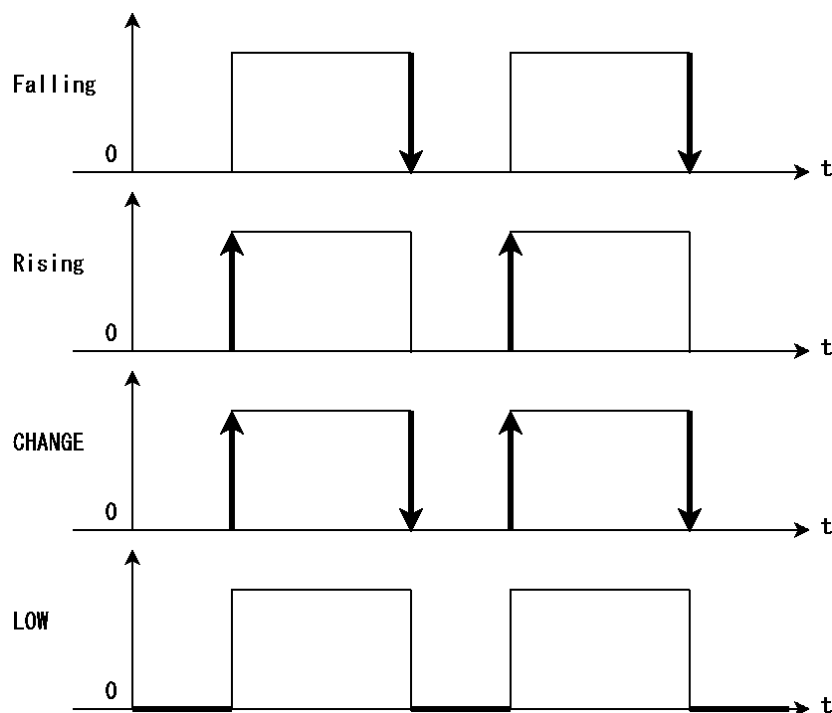

図 2.66 外部割り込みの発生
外部割り込みの発生要因として、図 2.66 に挙げる状態変化がある。デバイスの状態が HIGH から LOW に変化したとき、立ち下がりエッジ (FALLING) で割り込みがかかるという。逆に、LOW から HIGH に変化したときには立ち上がりエッジ(RISING), また、HIGH から LOW, LOW から HIGH に変化したときには両エッジ(CHANGE)で割り込みが発生する。通常は HIGH レベル状態にあり、何らかの要因で LOW レベル状態が続いたときにも割り込みが発生する。外部割り込みは、割り込みが発生すると同時に割り込みサービスルーチンが呼ばれるため、外部デバイスの状態変化に対してただちに処理を実行できる。これにより、2.4.2 節に挙げたポーリング処理時の①②③の問題を回避できることがある。